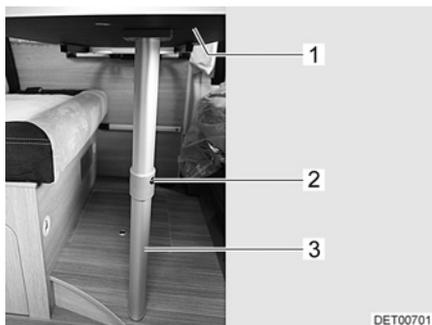

Fig. 42 Base de cama
- Levantar ligeramente por delante el tablero de la mesa (Fig. 42,1).
- Presionar el botón de desbloqueo (Fig. 42,2) y abatir 90° la parte inferior de la pata de apoyo articulada (Fig. 42,3).